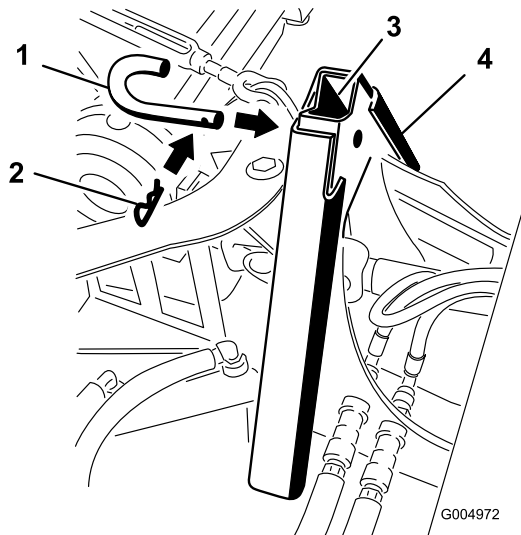

図 14
- ・ アダプタ同士が相互に連結したら、アタッチメントピンとヘアピンコッターで固定する（図 14）。手荒な使い方が予想される場合には、ピンの代わりにボルトとナットを使用する。